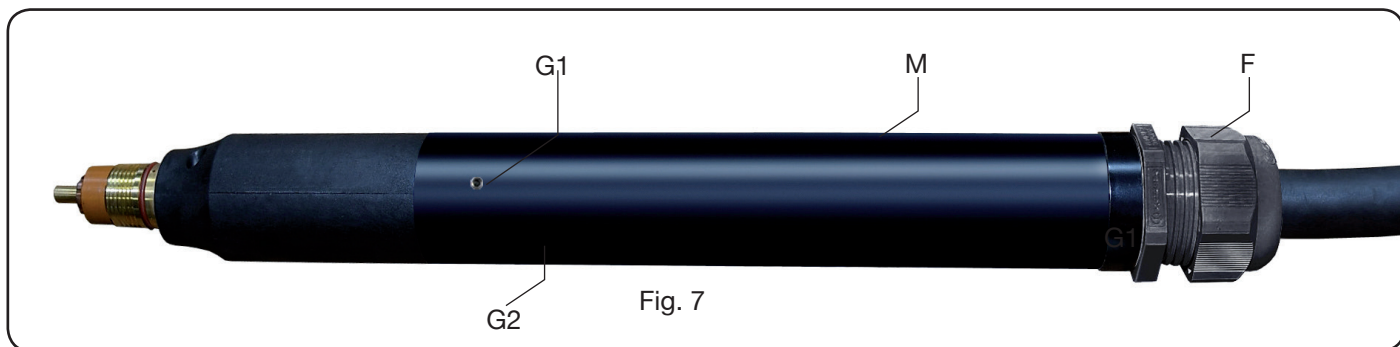

Fig. 7
- Quitar el prensaestopa **F** de Fig. 7.